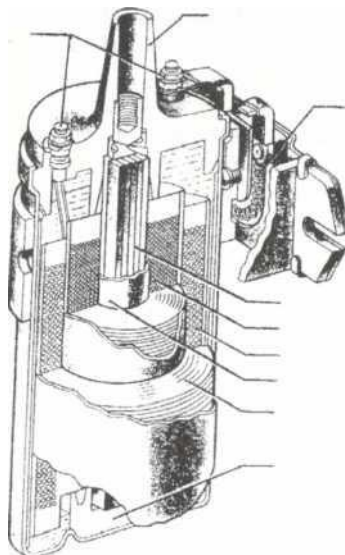

Рис. 10.2. Катушка зажигания: 1 - первичная обмотка;
2. Обозначьте, согласно указателю (рис. 10.2), номер детали катушки зажигания, соответствующий подрисуночной подписи.